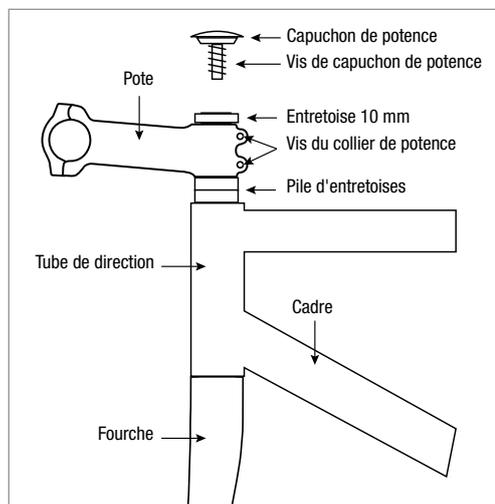

Figure 11
2. Remontez la fourche, les entretoises, la potence et tous les composants du jeu de direction dans le tube de direction (Fig. 11).